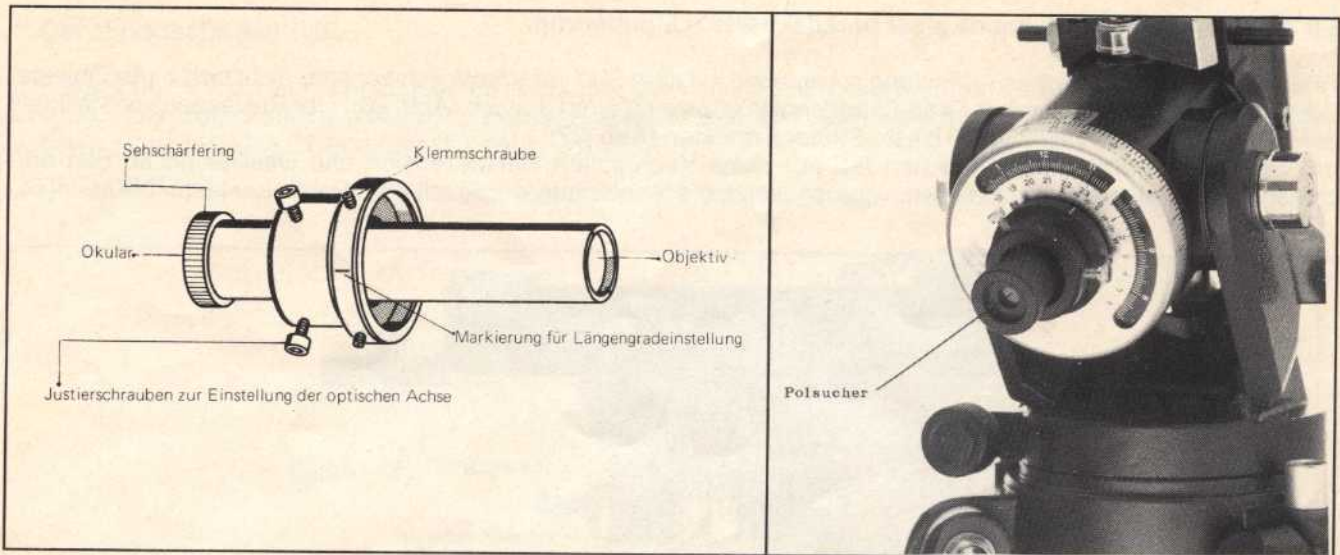
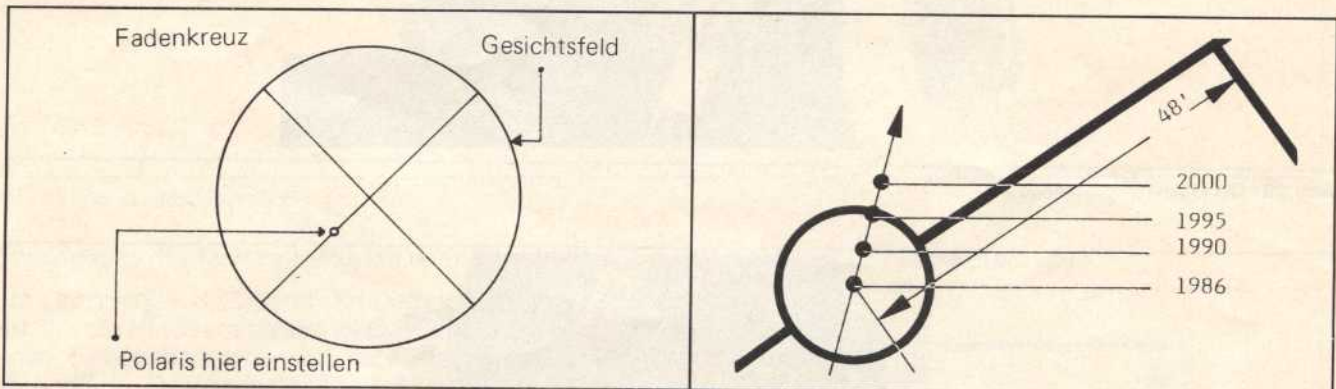
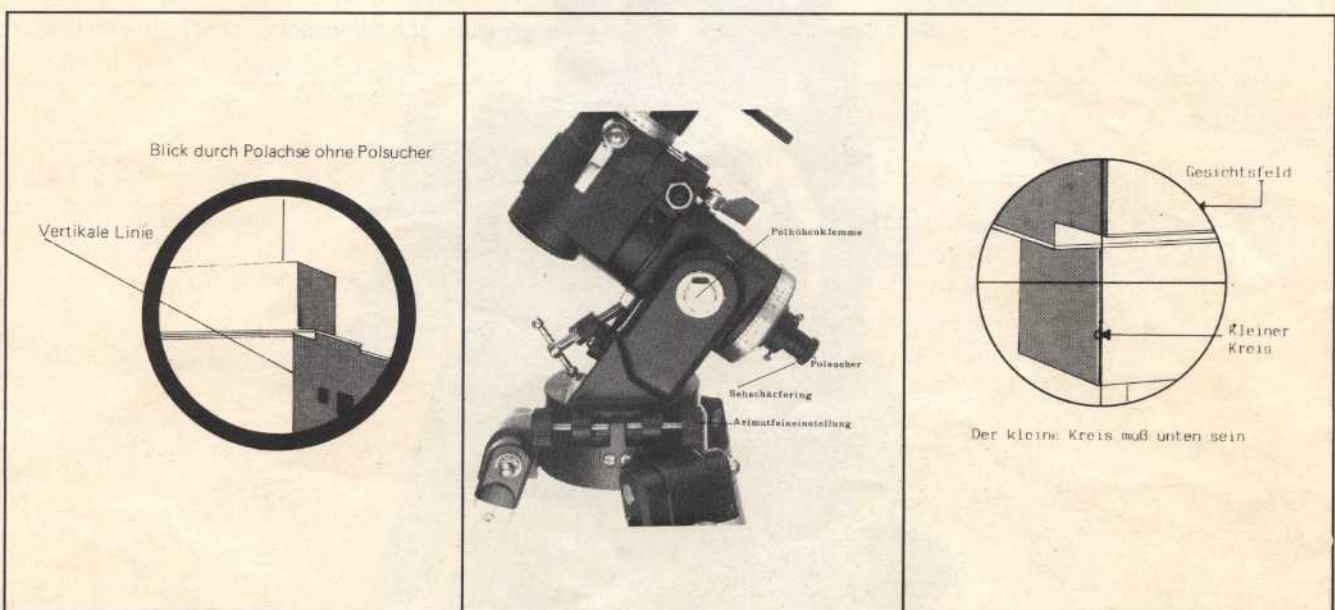

Abb. 28, Abb. 29: Aufbau und Einbau des Polsuchers
Abb. 30, Abb. 31: Das Fadenkreuz des Polsuchers
Abb. 36, Abb. 37, Abb. 38: Ausrichtung an einer senkrechten Linie
Der Polsucher ist ein kleines Linsenfernrohr mit 3,5facher Vergrößerung und 6 Grad Bildwinkel, das in die Polachse (Stundenachse) der Montierung eingesetzt wird (Abb. 28, Abb. 29). Blickt man durch sein Okular, so erkennt man einen großen Ring mit 48 Bogenminuten Radius, der den Abstand des Polarsterns vom Himmelspol im Jahre 1986 darstellt (Abb. 30). Abb. 31 zeigt einen Ausschnitt von Abb. 30. Darin ist die mit der Präzession verbundene Ortsänderung des Polarsterns angegeben. Im allgemeinen ist es für mehrere Jahre ausreichend, den Polarstern genau in die Mitte zu stellen. Sitzt der Polarstern in der Mitte des 6 Bogenminuten großen Kreises, so erreicht man eine Einstellgenauigkeit von ca. 3 Bogenminuten. Das genügt völlig, um langbelichtete Astroatnahmen ohne häufige Korrekturen in Deklination nachführen zu können.
g) Drehen Sie den Sehschärfering des Polsuchers, bis Sie das Fadenkreuz scharf sehen (Abb. 28).
h) Visieren Sie durch den Polsucher nun eine senkrechte Linie in mehr als 100 m Entfernung an (Abb. 36). Zur Einstellung des Objekts benutzen Sie die Polhöhen- und Azimutfeineinstellungen. Die Rektaszensionsklemme muß dabei fest angezogen bleiben. Danach ziehen Sie die Polhöhenklemme und die Azimutfeineinstellung fest an (Abb. 37). Lösen Sie nun die drei Justierschrauben zur Einstellung der optischen Achse des Polsuchers (Abb. 28) gerade so weit, daß Sie den Polsucher in seiner Halterung drehen können. Der Faden mit dem kleinen Kreis (Abb. 38) muß genau parallel zu der bereits eingestellten senkrechten Linie stehen. Achten Sie darauf, daß der kleine Kreis im Fadenkreuz unten steht. Die drei soeben gelockerten Justierschrauben am Polsucher können nun vorsichtig angezogen werden.
- Setzen Sie den Polsucher in die Polachse ein und ziehen Sie die drei Imbusschrauben zur Klemmung an (Abb. 28).